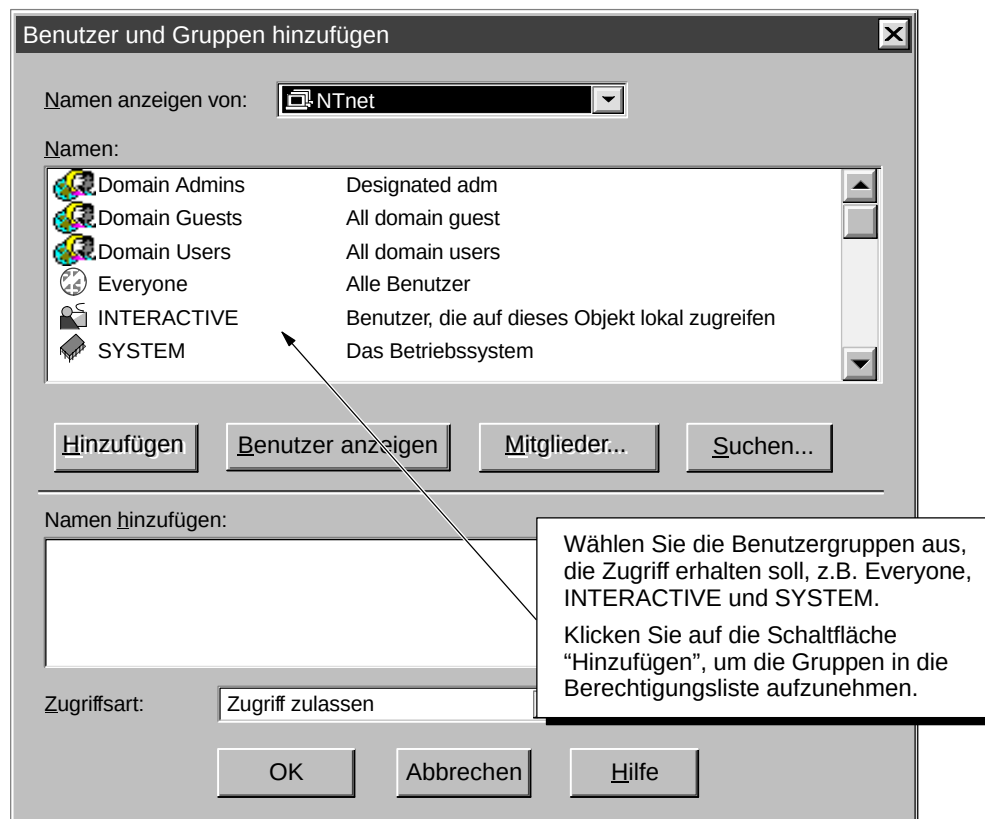

Bild E-16 Ändern der Zugriffsberechtigungen für Benutzer und Gruppen
3. Wählen Sie die Schaltfläche "Hinzufügen", um das Dialogfeld "Benutzer und Gruppen hinzufügen" aufzurufen und die Sicherheitseinstellungen für den Zugriff auf den Server zu ändern (siehe Bild E-16).